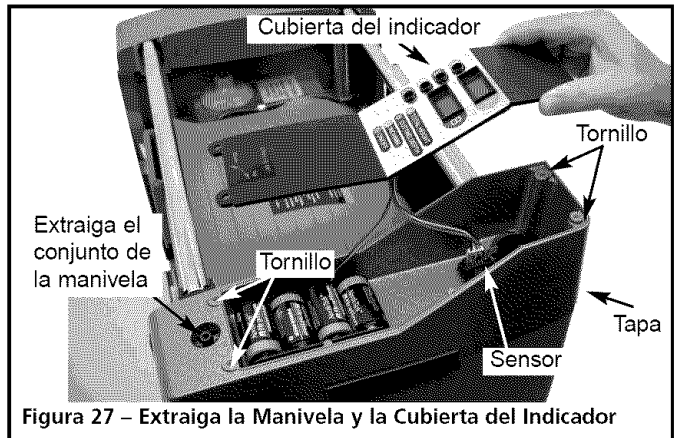

Figura 27 – Extraiga la Manivela y la Cubierta del Indicador
- Extraiga el tapón, el perno y el conjunto de la manivela. Extraiga los cuatro (4) tornillos de la cubierta del indicador. Afloje el perno y retire el sensor de su abrazadera. Vuelva a colocar la cubierta del indicador en la parte superior de la tapa. Vea la Figura 27.